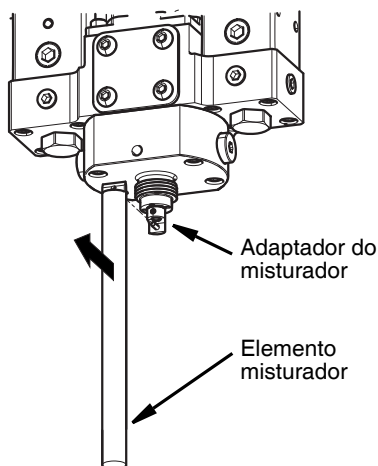

FIG. 22
- Remova o elemento misturador do adaptador misturador. Consulte a FIG. 22.